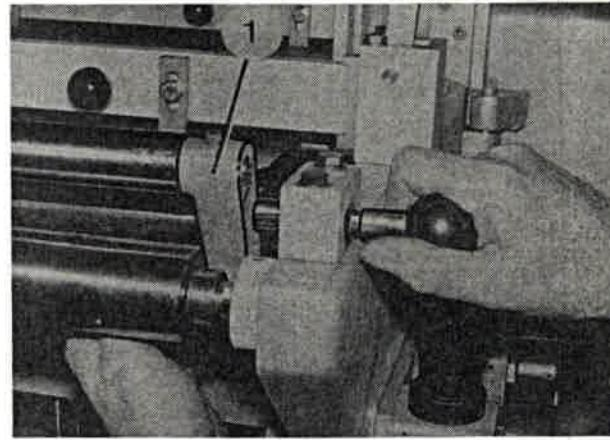

Bild 154
5. Pendel (Bild 154/1) anheben und mit dem Indexbolzen festsetzen.